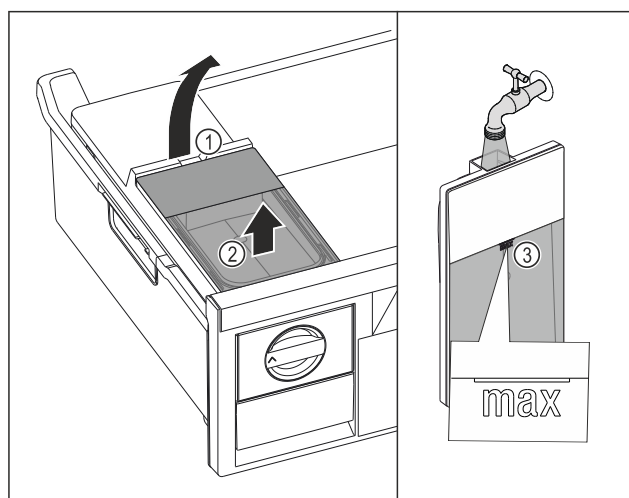

Fig. 123
- Nádržku na vodu nadvihnite za vybranie Fig. 123 (1).
- Nádržku na vodu odoberte nahor. Fig. 123 (2)
- Nádržku na vodu naplňte pitnou vodou po značku Fig. 123 (3).